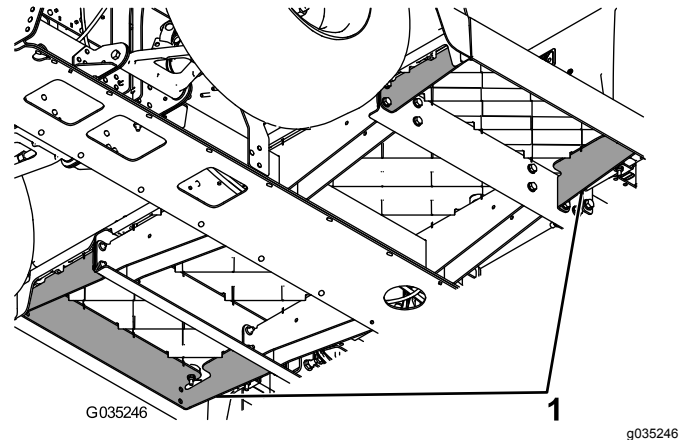

Figur 3
2. Brug en donkraft under stellet til at understøtte maskinens forende (Figur 3).